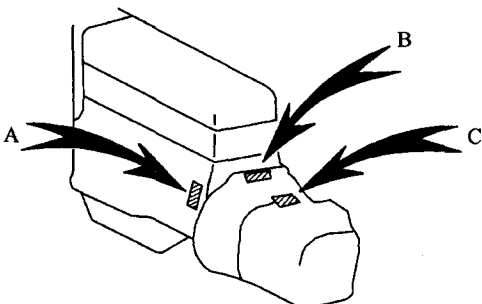

图 1-3 发动机和变速器系列号的位置
(2)发动机系列号和变速器系列号：如图 1-3 所示，发动机系列号打在气缸体上，变速器系列号打在变速器壳上。其中，A 为 5A-FE 或 8A-FE 型发动机；B 为 C550 型手动变速器；C 为 U540E 型自动变速器。